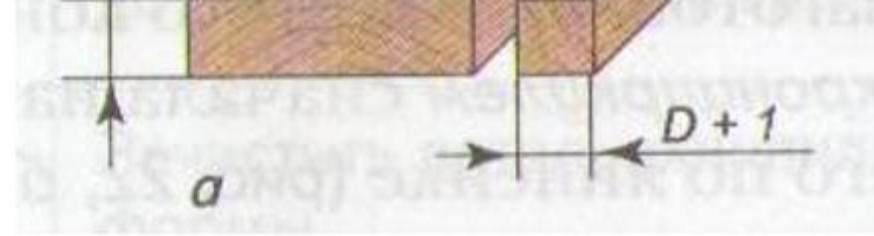

Рис. 1, а
- **Перед изготовлением детали круглого сечения из бруска производят ее разметку. Для этого на торцах заготовки пересечением диагоналей находят центр и циркулем описывают вокруг него окружность радиусом, равным 0,5 диаметра заготовки (рис. 1,б)**